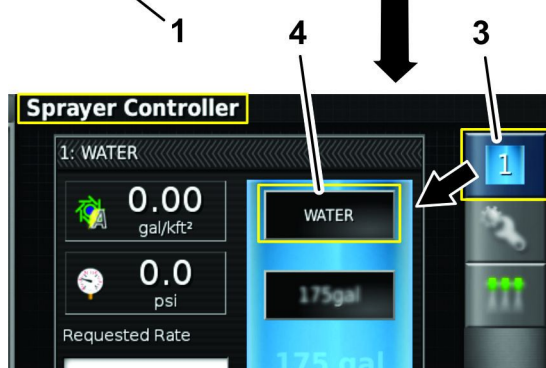

Рисунок 26
2. Нажмите на значок контроллера опрыскивателя и разверните на экране панель контроллера опрыскивателя (Рисунок 26).
3. Нажмите на значок ЭБУ 1 (Рисунок 26).
4. Нажмите на значок ПАРАМЕТРОВ МАТЕРИАЛА (Рисунок 26).